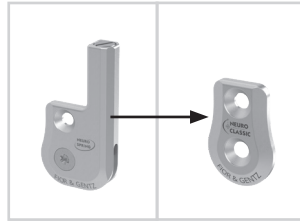

Fig. 25
- 2 Montare la piastra di copertura dell'articolazione modulare **NEURO CLASSIC** nella larghezza modulare corrispondente (fig. 25).